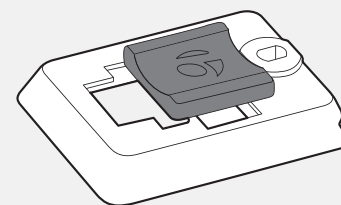

図16: コンピューターベースへのパッドの挿入
1. ロゴのついたラバーパッドをコンピューターベースの背面に挿入します (図16)。